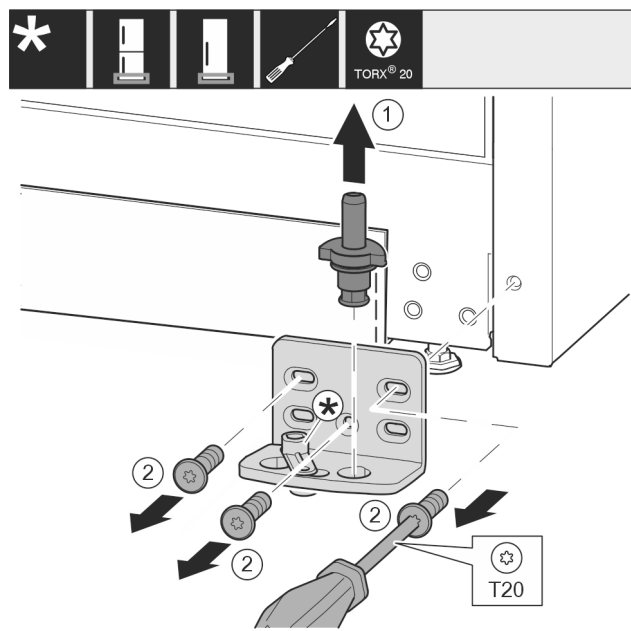

Fig. 16
- ▶ 将轴承螺栓 Fig. 16 (1) 完全向上拉出。
- ▶ 将螺钉 Fig. 16 (2) 用螺丝刀旋开并取下托架。